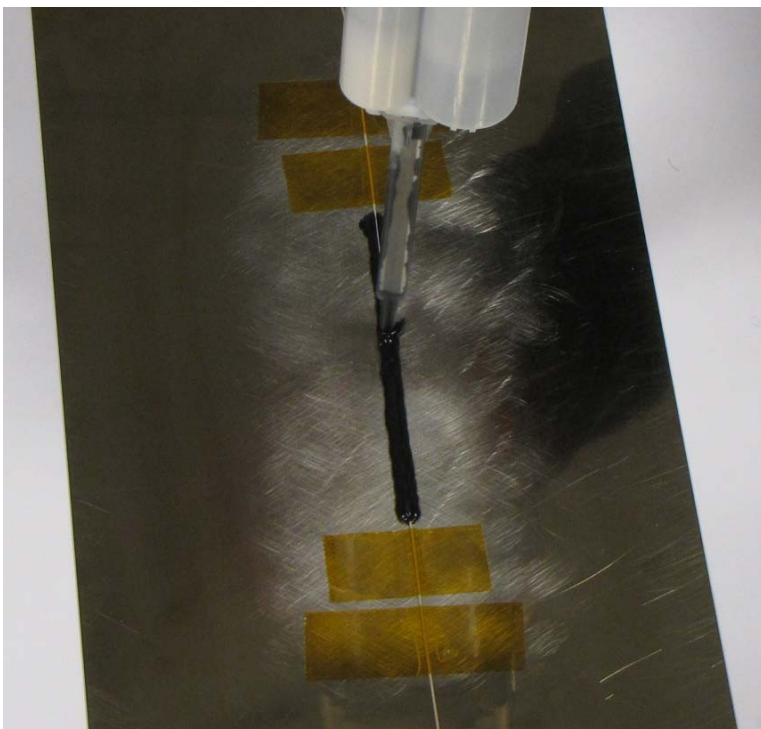

Abb. 2.7: Abdecken der optische Sensorfaser OptiMet-PKF mit Klebstoff X120
3. Decken Sie die eingelegte optische Sensorfaser OptiMet-PKF von oben mit dem Klebstoff X120 ab. Führen Sie dabei die Mischdüse zur Vermeidung von Luftpinschlüssen dicht an der Faser und senkrecht zur Bauteil-Oberfläche entlang (Abb. 2.7).